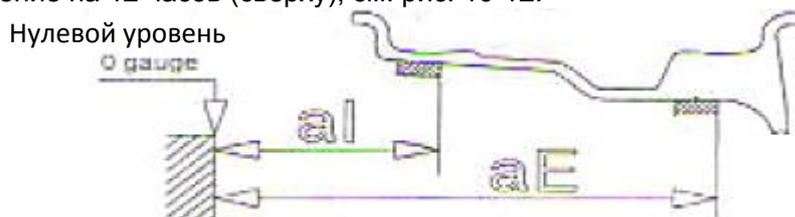

Рис. 10-12
10.5.3 Медленно повернуть колесо рукой до тех пор, пока не сработают все индикаторы углового положения дисбаланса с левой стороны обода (рис. 5-1 (13)), приклеить соответствующий балансировочный груз на первой плоскости коррекции левой стороны обода колеса в положение на 12 часов (сверху), см. рис. 10-12.
10.2.4 Медленно повернуть колесо рукой до тех пор, пока не сработают все индикаторы углового положения дисбаланса с правой стороны обода (рис. 5-1 (14)), закрепить соответствующий балансировочный груз на другой плоскости коррекции левой стороны обода колеса в положение на 12 часов (сверху), см. рис. 10-12.
10.6.4 Медленно повернуть колесо рукой до тех пор, пока не сработают все индикаторы углового положения дисбаланса с правой стороны обода (рис. 5-1 (14)), закрепить соответствующий балансировочный груз на другой плоскости коррекции правой стороны обода колеса в положение на 12 часов (сверху), см. рис. 10-12.
10.7.3 Медленно повернуть колесо рукой до тех пор, пока не сработают все индикаторы углового положения дисбаланса с правой стороны обода (рис. 5-1 (14)), приклеить соответствующий балансировочный груз на первой плоскости коррекции обода колеса в положение на 12 часов (сверху), см. рис. 10-12.
10.7.4 Медленно повернуть колесо рукой до тех пор, пока не сработают все индикаторы углового положения дисбаланса с правой стороны обода (рис. 5-1 (14)), закрепить соответствующий балансировочный груз на другой плоскости коррекции обода колеса в положение на 12 часов (сверху), см. рис. 10-12.